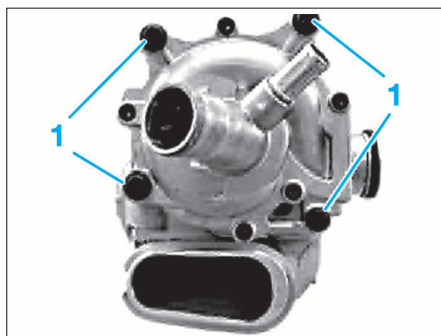

FIG. 34
- les 4 vis de fixation de la pompe à eau sur le compresseur de suralimentation (1) (Fig.34).